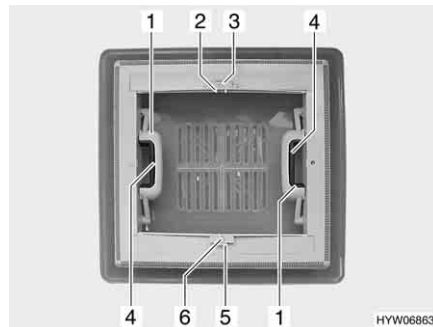

Fig. 63 Oblò a scatto
- Premere la chiusura a scatto (Fig. 63,4) verso l'interno dell'oblò. Premere contemporaneamente verso l'alto l'oblò con la maniglia (Fig. 63,1).
- Tirare con forza verso il basso le due maniglie (Fig. 63,1) dell'oblò, fino a quando non scattano entrambe le chiusure.
- Premere l'arresto (Fig. 63,5) verso il lato esterno dell'oblò.
- Tirare l'oscurante a rullo per la maniglia (Fig. 63,6) fino alla maniglia contrapposta della zanzariera a rullo (Fig. 63,2) e farla innestare.
- Serrare la maniglia (Fig. 63,2). L'arresto si sblocca.
- Ricondurre lentamente l'oscurante a rullo accompagnandolo con la maniglia (Fig. 63,6).
- Premere l'arresto (Fig. 63,3) verso il lato esterno dell'oblò.
- Tirare la zanzariera a rullo per la maniglia (Fig. 63,2) fino alla maniglia contrapposta dell'oscurante a rullo (Fig. 63,6) e farla innestare.
- Ricondurre lentamente la zanzariera a rullo accompagnandola con la maniglia (Fig. 63,2).